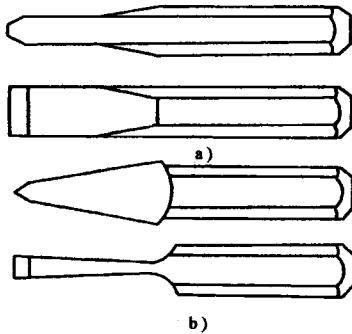

图 1-8 錾子
② 錾子 錾子是錾削时的主要工具，由碳素工具钢锻制而成，分平錾(又称扁錾)和窄錾两种，见图 1-8。平錾用于錾削平面和錾断金属，刃宽一般为 10~15mm；窄錾用于錾削沟槽，刃宽约 5mm，錾子全长为 125~150mm。使用过程中，如发现刃部变钝、破损和顶部打毛卷边，应及时修磨后再使用。